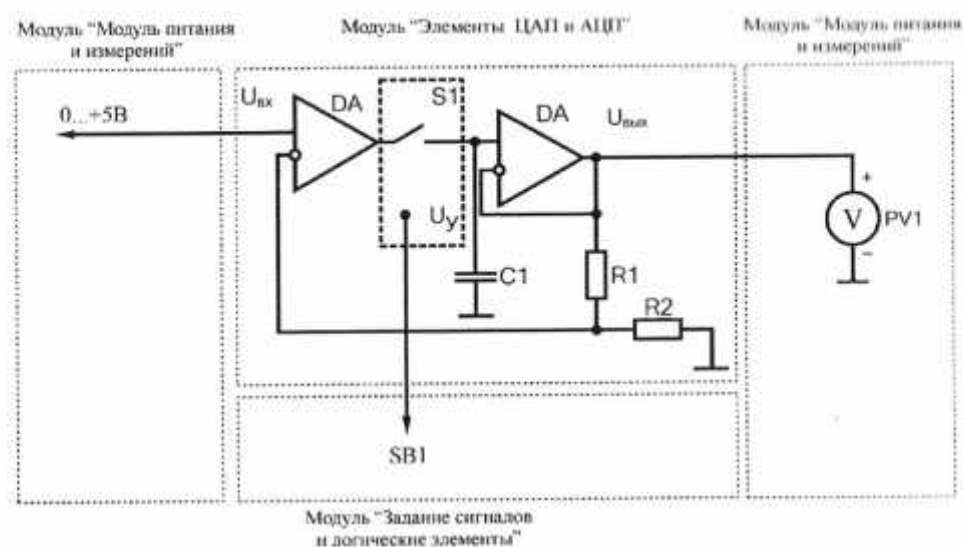

Рис. 12.5. Схема электрическая соединений лабораторных модулей для изучения работы схемы выборки-хранения
6. Согласно рис. 12.5 выполнить электрические соединения модулей для изучения работы схемы выборки-хранения. **Монтаж схемы производить при отключенных автоматических выключателях и переключателях питания.**